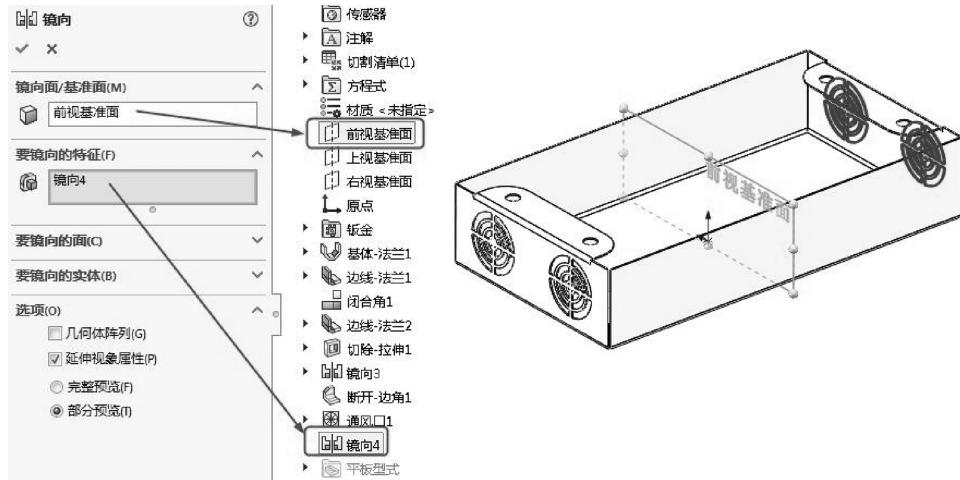

图 6-80 前后镜向通风口
- 13 同理，单击【特征】选项卡中的【镜向】按钮，选择前视图基准面作为镜像面，选择通风口和上一步创建的镜向特征为要镜向的特征，生成新的镜向特征，如图 6-80 所示。